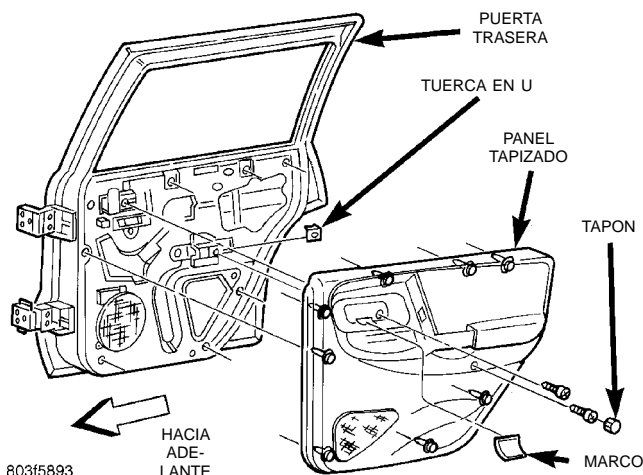

Fig. 13 Desmontaje/instalación del panel tapizado de la puerta trasera
(1) Desconecte y aisle el cable negativo de la batería.
(2) Retire el marco cerca de la maneta interior de desenganche del pestillo de la puerta, insertando un destornillador de hoja recta en el extremo mellado y haciendo palanca suavemente hacia arriba.
(3) Retire el tornillo situado en la abertura del marco, cerca de la maneta interna del desenganche del pestillo de puerta que asegura el panel tapizado al panel interior de la puerta (Fig. 13).